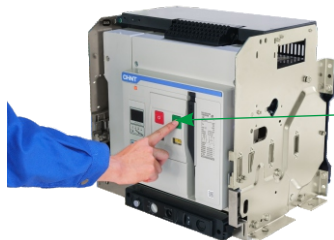

图49 手动合闸操作
a.合闸：当断路器处于分闸储能状态时(如带有欠电压脱扣器,请先确保欠压已通电吸合)，如图49按下绿色“|”按钮，断路器合闸，断路器由分闸储能状态转换为合闸释能状态。